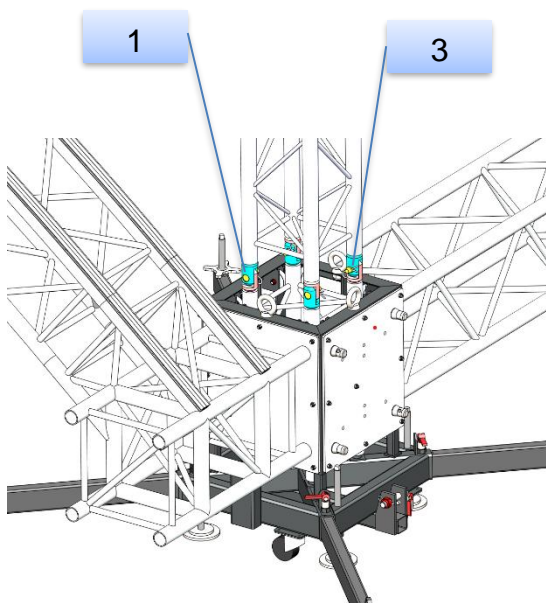

Figure 8
- 1) Assembler le linéaire des 2 tours avec les 2 chapes (rep 1) des CHAR78 installées suivant la Figure 8
- 3) Insérer les 2 axes et 2 goupilles de sécurité (rep 3) dans les charnières CHAR78. (Figure 8)